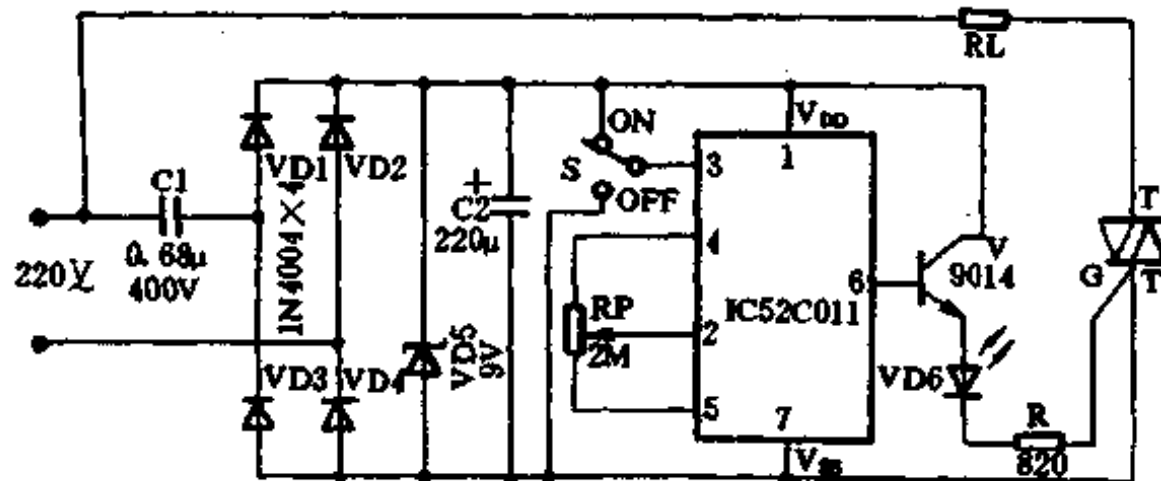

图2-24
2. 交流调温和调速控制电路:如图2-24所示。它对电加热器具进行调温或对电风扇等电机进行调速,双向可控硅VS的功率可根据负载的功率大小来确定,当负载小于120W时,可采用2A 600V,若负载功率为500W时,可采用5A 600V。发光二极管VD6可指示输